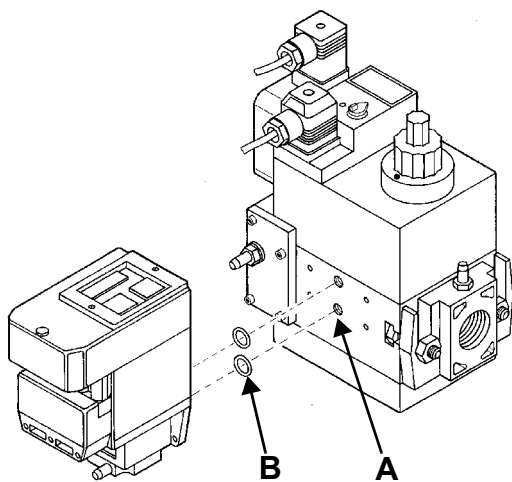
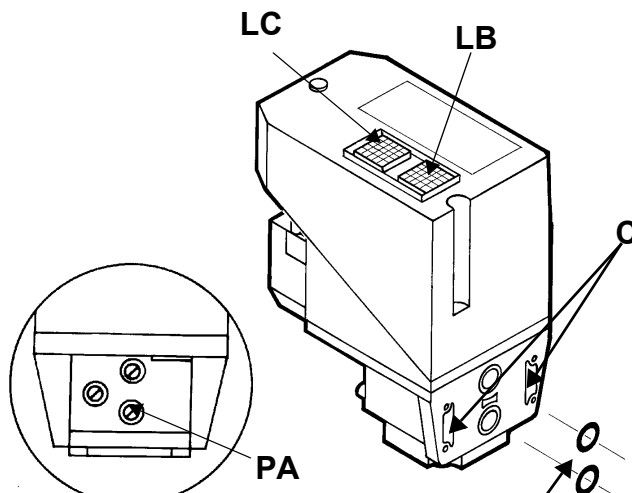

Рис. 19
Рис. 20
- 16 При возникновении необходимости подкорректировать расход газа, отрегулированный согласно пунктов 1 и 2 этого параграфа, расслабить винт **V1** (Рис. 19) и отрегулировать угол раскрытия дроссельного клапана, вращая пластинку **C**, воздействуя на винт **V3** (вращение по часовой стрелке - для уменьшения расхода газа, а против часовой стрелки - для увеличения). Индикатор **S** указывает угол раскрытия.
- 2 Замерить давление газа **A** и **B** (см. Рис. 19)
- 3). снять крепежные винты группы Multibloc (Рис. 19-A)
- 4). вставить уплотнительные кольца (10,5x2,25) в VPS 504 (Рис. 20-B, Рис. 19-B)
- 5). закрутить 4 винта блока контроля герметичности (M4x16) Рис. 19-C.
Для проверки работы, подсоедините манометр к штуцеру для отбора давления **PA** (Рис. 20). Если проверка завершилась положительно, через несколько секунд загорается жёлтая лампочка **LC**. В противном случае загорается красная лампочка блокировки **LB**. Чтобы перезапустить горелку, необходимо разблокировать блок управления нажатием на светящуюся кнопку **LB**.